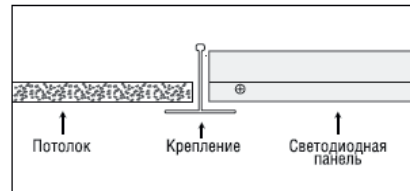

Рис.1
**А. Установка в подвесной потолок типа «Armstrong» (рис.1)**